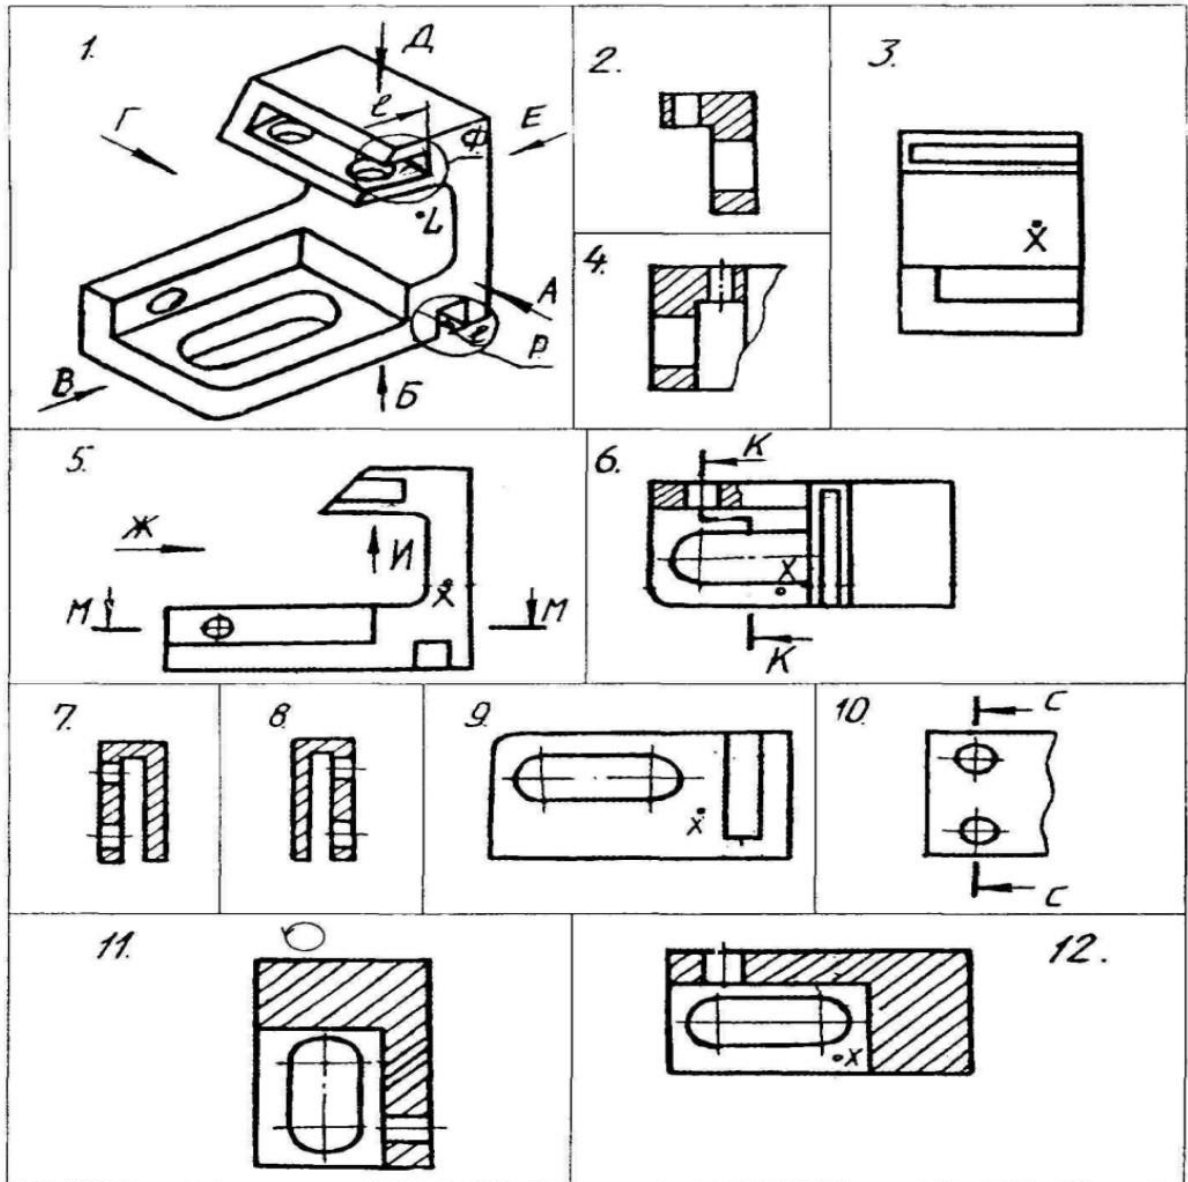

Рисунок 5 Чертеж к контрольной № 2
**Вопрос 1.** Какое изображение соответствует направлению А (рисунок 5)?
**Вопрос 2.** Какое изображение соответствует направлению Д (рисунок 5)?
**Вопрос 3.** Какое изображение соответствует направлению И (рисунок 5)?
**Вопрос 4.** Какое изображение соответствует положению секущей плоскости М-М (рисунок 5)?
**Вопрос 5.** Какое изображение соответствует положению секущей плоскости С-С (рисунок 5)?
**Вопрос 6.** Какое изображение соответствует положению секущей плоскости **К-К** (рисунок 5)?
**Вопрос 7.** На каком изображении глубина  $l$  элемента **Р** определена (рисунок 5)?
**Вопрос 8.** Какое изображение соответствует главному виду (рисунок 5)?
**Вопрос 9.** Как называется изображение №12 (рисунок 5)?
**Вопрос 10.** Как называется изображение №3 (рисунок 5)?